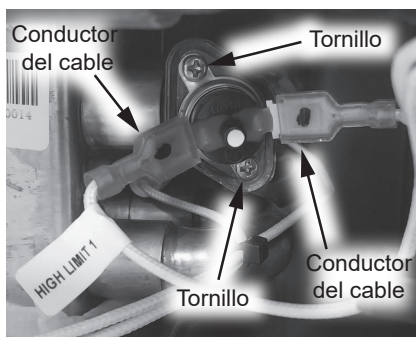

Figura 17 - Ubicación del interruptor de límite alto
- 4 Ubique el interruptor de límite alto en el intercambiador de calor (lado superior derecho del calentador de agua). Desconecte los dos conductores del cable (etiquetados HIGH LIMIT 1 [Límite alto 1]) del interruptor de límite alto. Consulte la Figura 17.
- 5 Use un destornillador Phillips para retirar los dos tornillos que fijan el interruptor de límite alto al intercambiador de calor. Deje los tornillos a un lado en un lugar seguro para volver a instalarlos. Consulte la Figura 17.